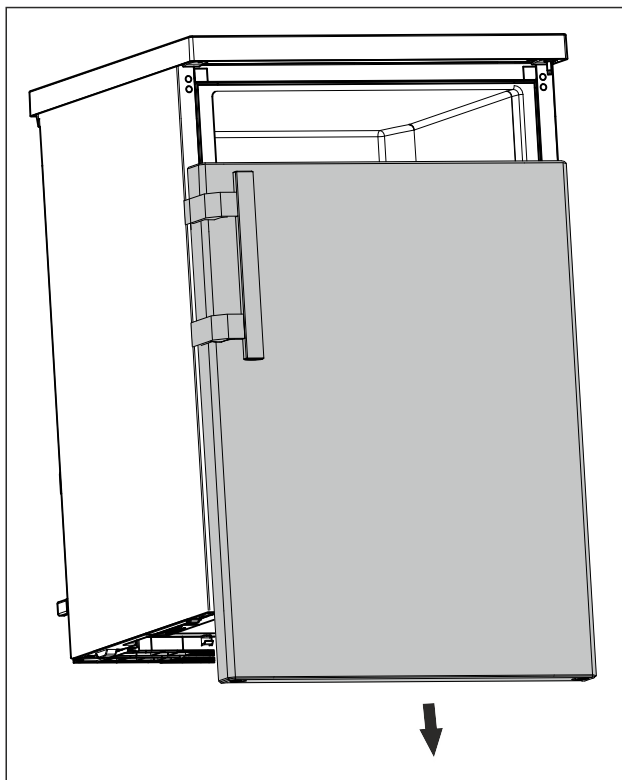

Fig. 13
- ▶ Sejměte dvířka směrem dolů. (viz Fig. 13)